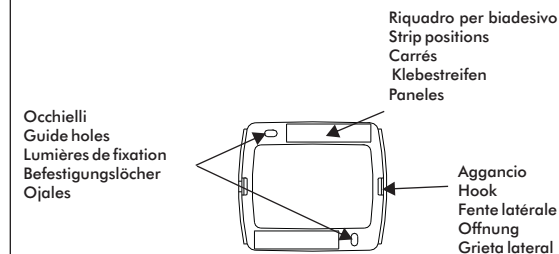

Fig. 2
- 1) enlever le couvercle contenant la fiche électronique en faisant usage d'un tournevis et en faisant levier à l'intérieur de la fente latérale (Fig. 2).
Aplicar sobre el reverso del soporte los 2 biadesivos a dotación, en correspondencia de los 2 paneles (Fig. 2), remover la película de protección y fijar el radiocomando.
- 1) remover la tapadera continente la ficha electrónica haciendo empleo de un destornillador y haciendo palanca dentro de la grieta lateral (Fig. 2).